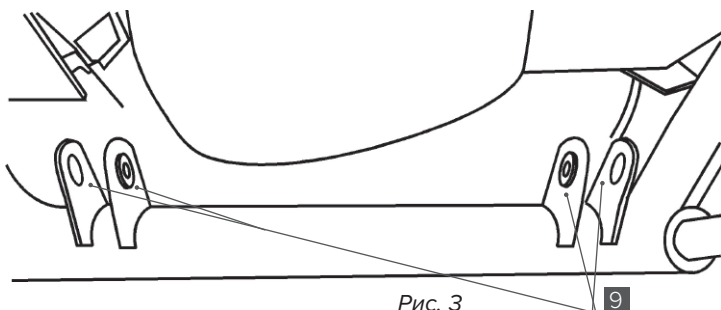

Рис. 3
10. Приварите по месту кронштейны [9] для крепления к балке (Рис.3). Убедитесь, что установленный корпус СРПМ [1] с прикрученным к нему РЗМ не касается балки, поперечной рулевой тяги, карданного вала и других элементов автомобиля.